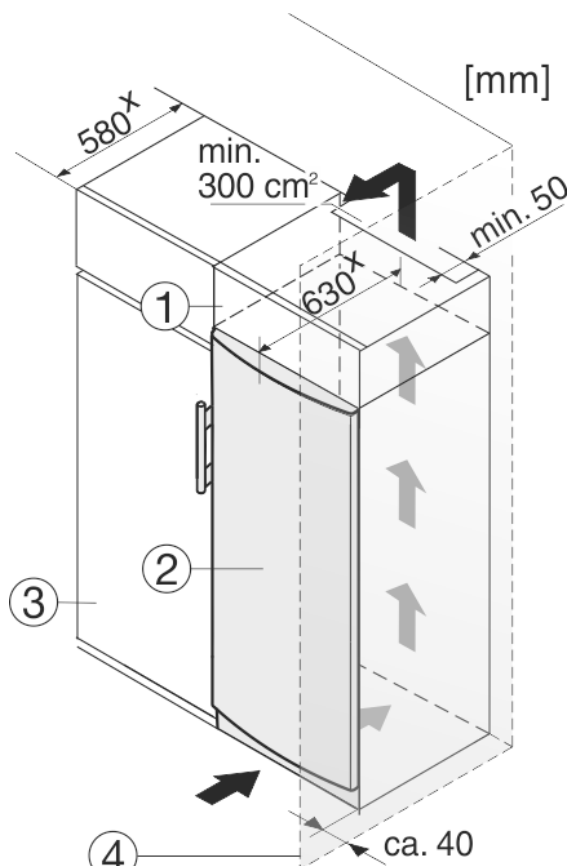

Fig. 9
Spotřebič lze zabudovat do kuchyňských skříní. K vyrovnání spotřebiče *Fig. 9 (2)* na výšku kuchyňské linky lze na přístroj nasadit nástavec *Fig. 9 (1)*.
Při montáži do kuchyňských skříní (hloubka max. 580 mm) lze přístroj instalovat hned vedle kuchyňské skříně *Fig. 9 (3)*. Přístroj přesahuje přední stěnu kuchyňské skříně na stranách o 34 mm x a uprostřed o 50 mm x.
Když se přístroj instaluje závěsy vedle stěny *Fig. 9 (4)*, musí být vzdálenost přístroje od stěny alespoň 40 mm. To odpovídá přesahu madla při otevřených dveřích.